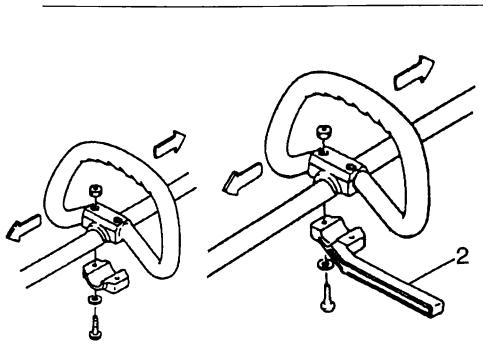

Fig. 1-2
Installation of handle (Fig. 1-2)
When you use steel/rigid blades on straight shaft trimmers or brush cutters, always use barrier bar (2) and shoulder harness with the loop handle. (Fig. 1-2)
Installation du manche (Fig. 1-2)
Utiliser toujours un barreau protecteur (2) et une bandoulière de sécurité avec le guidon de cadre lorsqu'on emploie une lame d'acier/rigide montée sur un coupe-bordure ou sur une débroussailleuse à l'arbre droit. (Fig. 1-2)
Montaggio del manubrio (Fig. 1-2)
Usare sempre una barriera di spranga (2) ed una bardatura di spallina con il manubrio anulare quando si utilizzi una lama di acciaio/rigida montata sui tosaerba o sui decespugliatori di albero retto. (Fig. 1-2)
Anbringung des Handgriffs (Fig. 1-2)
Verwenden Sie immer eine Schutztraverse (2) und einen Sicherheitsgurt mit der Rahmenlinkstange, wann man eine starre/stählerne Klinge auf einem Rasentrimmer oder einem Gestrüppschneider mit einer geraden Welle benutze. (Fig. 1-2)
Montaje del manillar (Fig. 1-2)
Empléense siempre una barrera de guardia (2) y un arnés de seguridad con el manubrio anular al utilizar una cuchilla de acero/rígida montada sobre una segadora de césped o sobre una desbrozadora de árbol recto. (Fig. 1-2)
Montering av handtag (Fig. 1-2)
Använd alltid spärrstången (2) och säkerhetsselen med remhandtag, när en styv stålklinga används på grästrimmer eller buskklippare med en rak skaft. (Fig. 1-2)